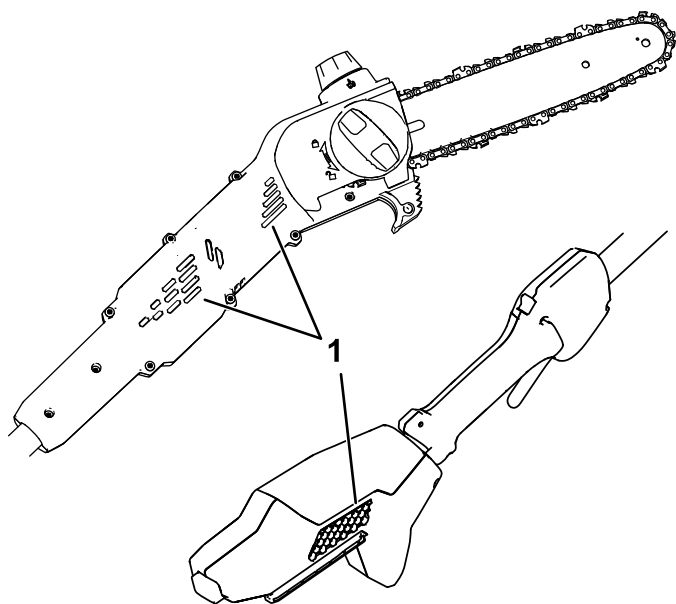

Figura 9
1. Assicuratevi che gli sfiati sulla sega a palo siano privi di polvere e detriti (Figura 9).